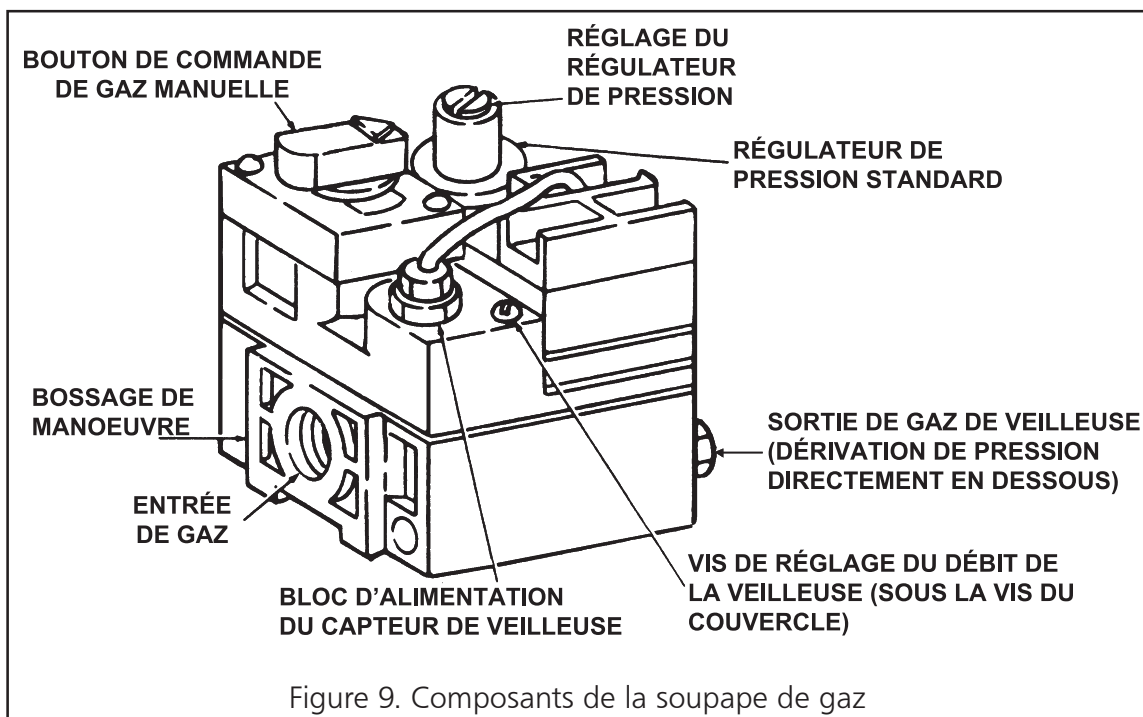

Figure 9. Composants de la soupape de gaz
- C. Si le bouton de commande manuel sur la soupape de gaz n'est pas à la position OFF, enfoncez-le légèrement et tournez-le à la position OFF. Voir la figure 9.